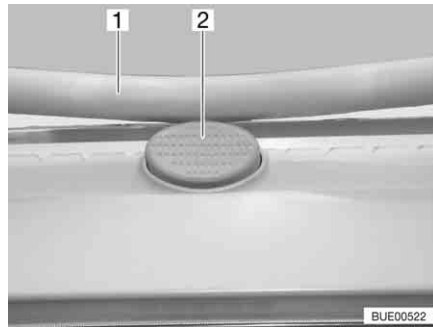

Bild 58 Låsknapp på Heki-takluckan
- Tryck på låsknappen (Bild 58,2) och dra ner bygel (Bild 58,1) med båda händerna.
- Tryck bygel uppåt med båda händerna tills bygel ligger ovanför låsknappen (Bild 58,2).
- Tryck på låsknappen (Bild 58,2) och dra ner bygeln (Bild 58,1) med båda händerna.